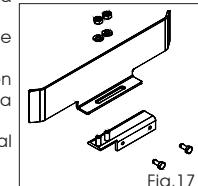

Fig.17
- 1) Monte y fije las 2 láminas perfiladas en los 2 soportes U con tuercas y arandelas en dotación, como se indica en la Fig. 17.